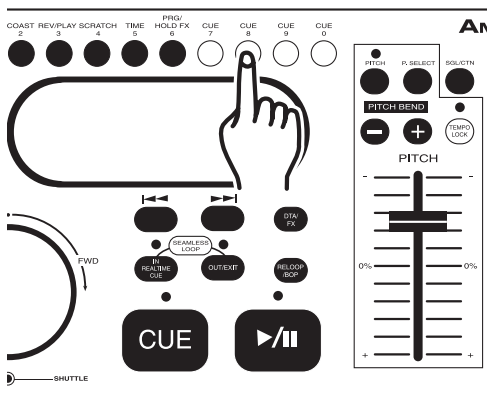

Figura 22
- 2) En este punto, al presionar cualquiera de los botones CUE (6), su punto de referencia se guardará en la memoria (figura 22) y el LED amarillo correspondiente a la memoria cue se apagará.